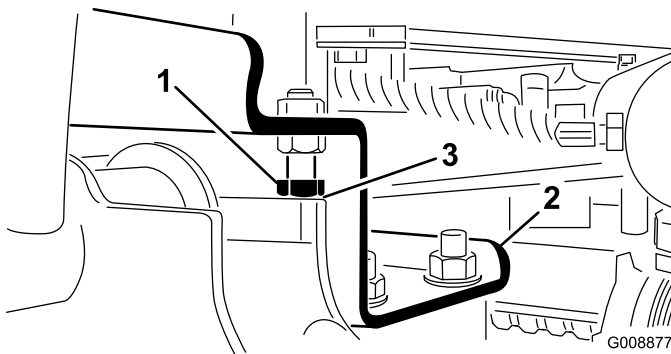

Figura 11
- A. Allentate i bulloni di arresto (Figura 11).
2. Verificate che il gioco tra ciascun braccio di sollevamento e il bullone di arresto sia di 0,13–1,02 mm (Figura 11). Se il gioco non rientra in questo campo, regolate il gioco dei bulloni di arresto.